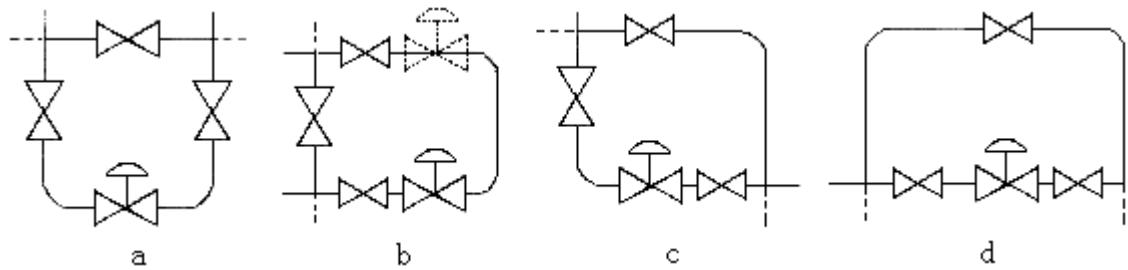

图 8 调压阀阀组安装方案
(2) 安装时应注意
① 冷凝器必须高于调压阀的执行机构而低于阀后（阀后调压阀）或阀前（阀前调压阀）接管，以保证冷凝器内充满冷凝液。
- ②取压点应取在离调压阀适当的位置，阀前调压阀应大于 2 倍管道直径，阀后调压阀应大于 6 倍管道直径。
- ③为便于现场维修及操作，调压阀四周应留有适当空间，阀前后应设置截止阀与旁路手动阀，如图 8 所示。